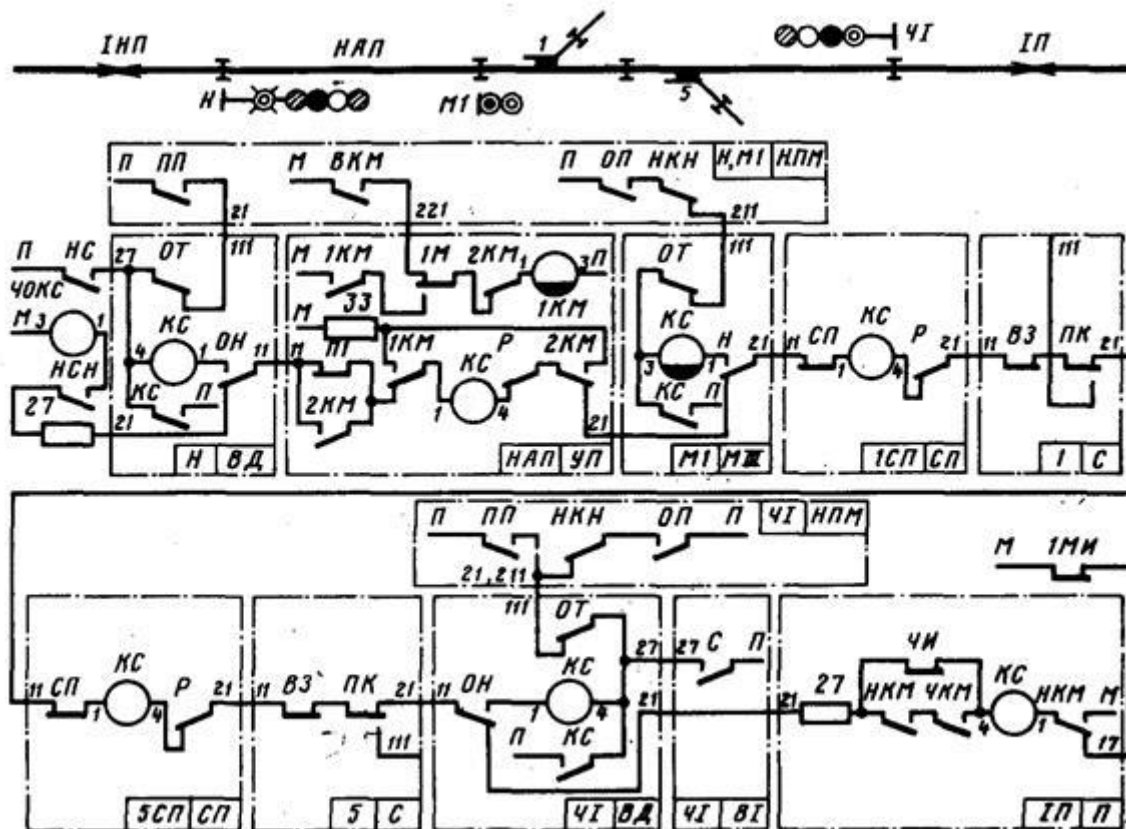

Рисунок 6 - Принципиальная схема установки и размыкания маршрута приёма на промежуточную станцию
11. Дана принципиальная схема установки и размыкания маршрута приёма на промежуточную станцию (Рис. 6). Определить систему ЭЦ;